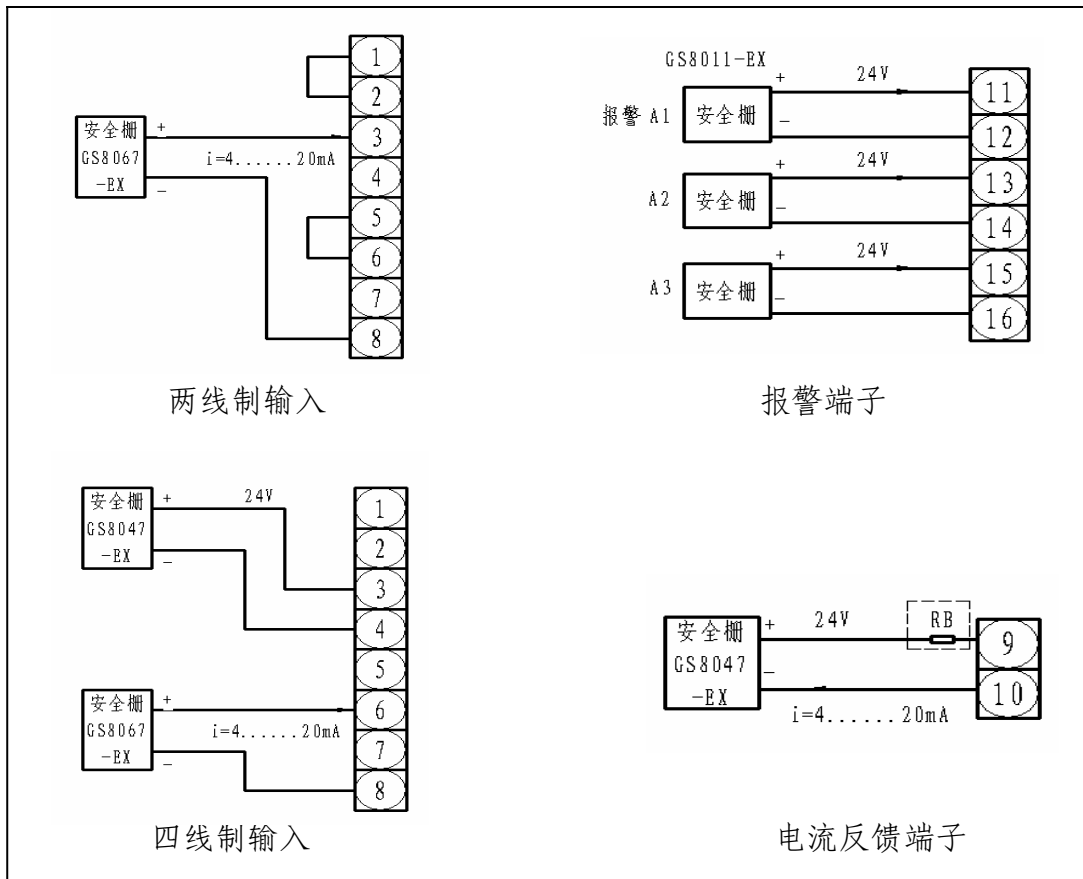

图 10 本安接线图
- B、使用的各电气回路应分别连接安全栅见图 10，安全栅的安装、调试必须严格按照安全栅的说明书进行。